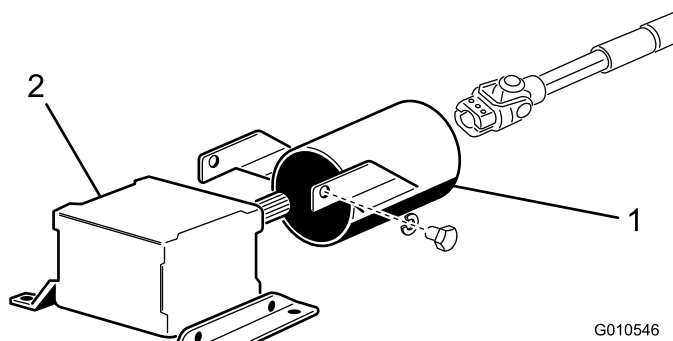

Figura 8
fuerza a la caja de engranajes (Figura 8). Guarde los herrajes para instalaciones futuras.
4. Deslice el protector del árbol de la toma de fuerza sobre el árbol de la toma de fuerza, posicionando el protector según se muestra en Figura 8.